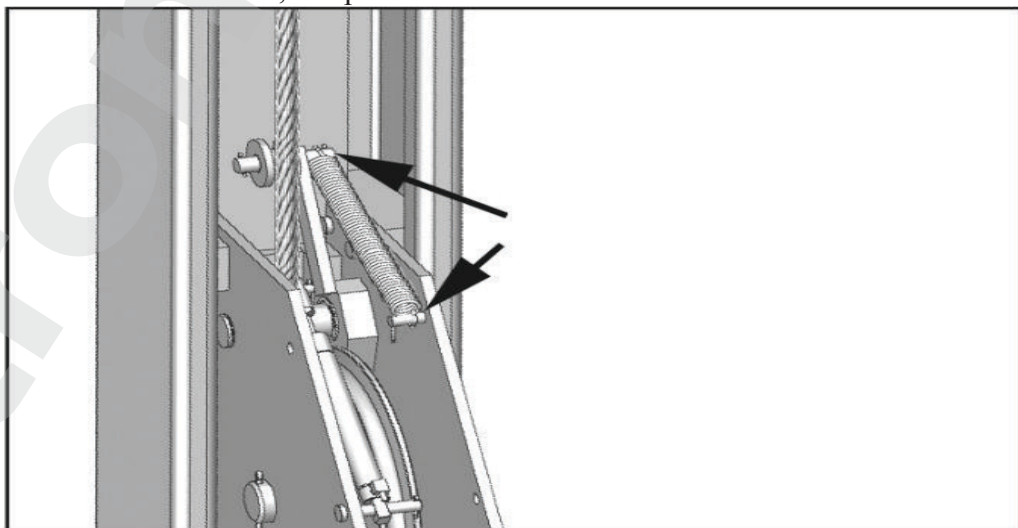

Рис. 13
1. Проверьте концы пружин прижимной пластины, убедитесь, что они не повреждены и надежно закреплены. **НЕ ПЫТАЙТЕСЬ ПОДНИМАТЬ ПОДЪЕМНИК, ЕСЛИ ПРУЖИНЫ НЕ ЗАКРЕПЛЕНЫ И РОЛИКИ НЕ НАХОДЯТСЯ НА РАССТОЯНИИ ОТ СТОПОРНОЙ ПЛАСТИНЫ**, см. рис. 13.